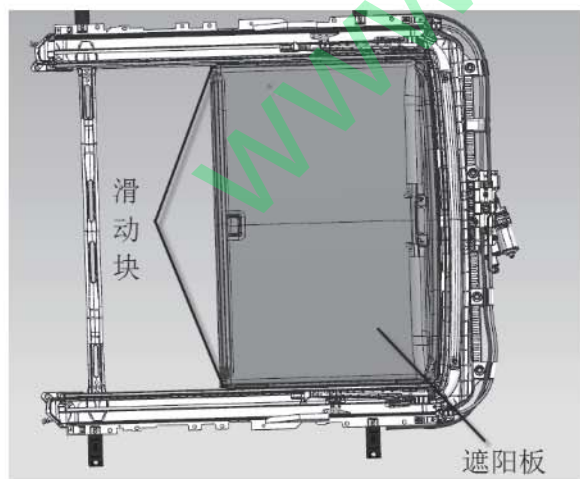

图 1-2-7-1 滑动遮阳板
- (1) 拆卸天窗玻璃和排水槽。
- (2) 滑动遮阳板，直到可以看见遮阳板的2个滑动块，见下图1-2-7-1